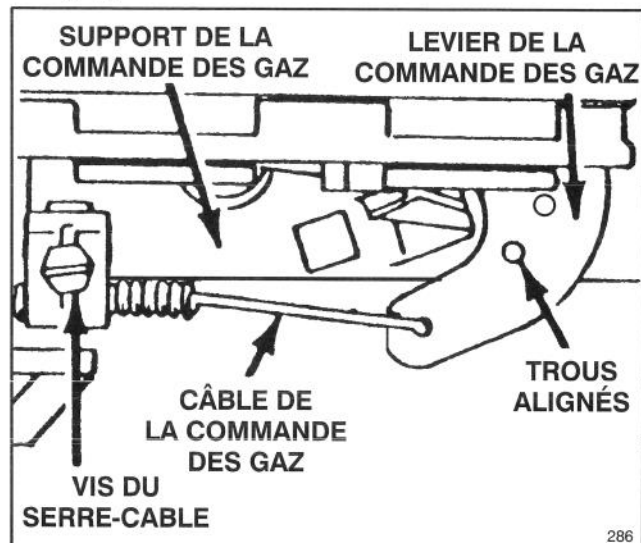

Figure 21
3. Desserrer le serre-câble jusqu'à ce que le câble glisse librement (Fig. 21).
4. Déplacer le câble vers la gauche ou la droite jusqu'à ce que les trous du levier et du support de la commande des gaz soient alignés (Fig. 21).